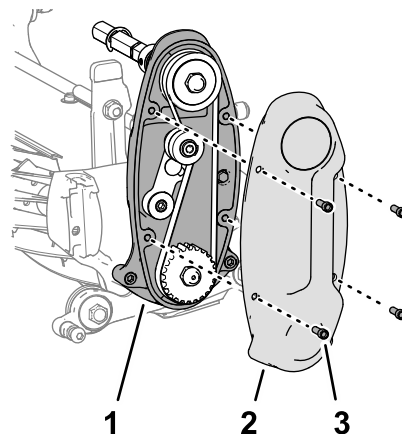

Figura 18
5. Monte la cubierta en el alojamiento de la transmisión del molinete (**Figura 18**) con los 4 tornillos con arandela prensada (¼" x ¾").